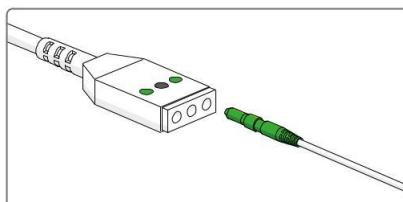

Figura 18. Collegate il cavo cerotto al cavo principale
3. Inserite la spina verde del cavo cerotto in una delle prese del connettore del cavo principale contraddistinte da un punto verde (v. *Figura 18*). È possibile collegare un numero massimo di due elettrodi di medicazione .